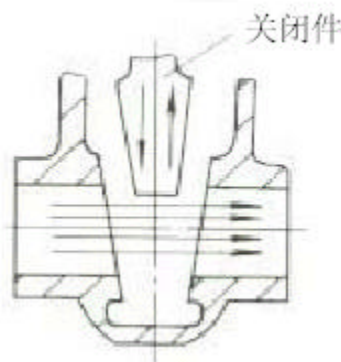

图1-2 闸门形
- B 闸门形：关闭件沿着垂直于阀座中心线的方向移动，如图1-2 所示。